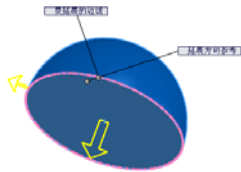

图 6-20 延展曲面
3. 单击 [延展参数] 栏中的第一个显示框，然后在图形区域中选择模型面作为与延展曲面方向，如图 6-20 所示。延展方向将平行于模型面。